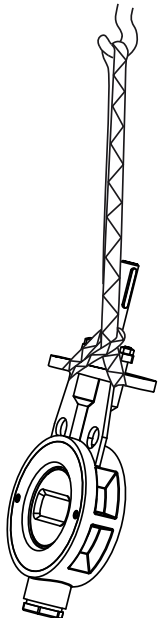

Fig. 5.1.1
1. **Bloße Wellenventile und Ventile mit Getriebe oder Handhebel, alle Größen:** Zum Anheben unter dem Montageflansch des Ventilantriebs siehe (→ Fig. 5.1.1)